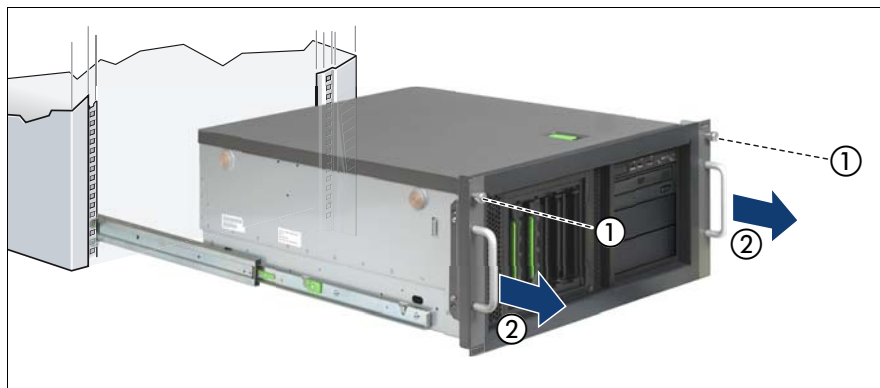

図 4: サーバをラックから引き出す
- ▶ 前面にある2本のネジ（28 ページ の図 4 を参照）をゆるめ、サーバを可能な限りラックから引き出します。